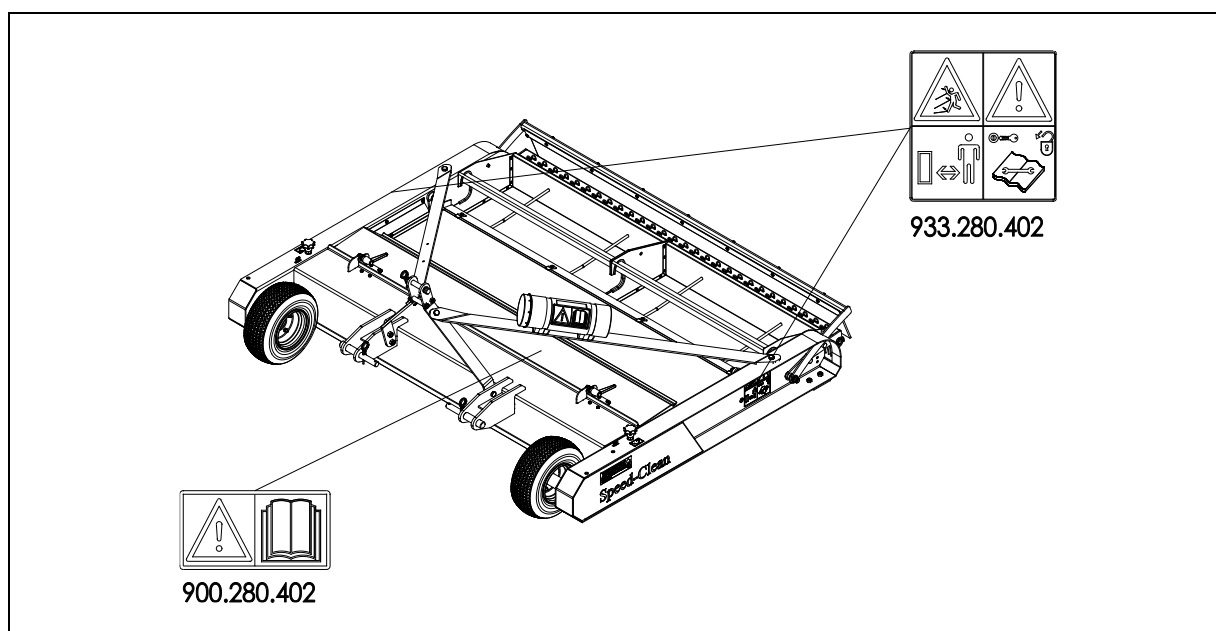

Fig. 5
Aan weerszijden van de Speed-Clean zijn veiligheidsstickers (Fig. 5) aanwezig met een gelijklopende betekenis. Deze veiligheidsstickers moeten altijd goed zichtbaar en leesbaar zijn en moeten, wanneer deze beschadigd zijn, worden vervangen.
- (7) Plaatsing veiligheidsstickers. (Fig. 5)